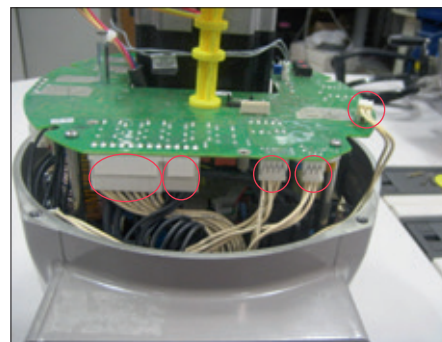

Figura 40
- Rimuovere (come indicato in Figura 40):